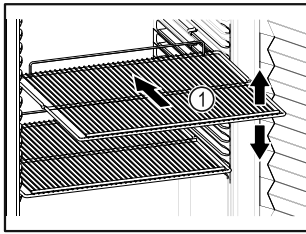

Fig. 75 Représentation à titre d'exemple
- ❑ Lorsque les grilles de support Fig. 75 (1) peuvent être déplacées, changez leur position en fonction de la hauteur des aliments.